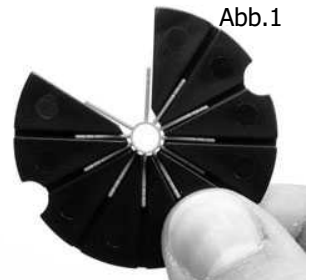

Abb.1
- ⇒ Pfeiloberfläche reinigen (evtl. Kleberreste...). Clearance Star aus Packung nehmen und in das beiliegende Tool legen (Abb.1). Darauf achten daß die Strahlen entsprechend dem V-förmigen Ausschnitt des Tools liegen (12er Teilung aber nur 11 Strahlen!).